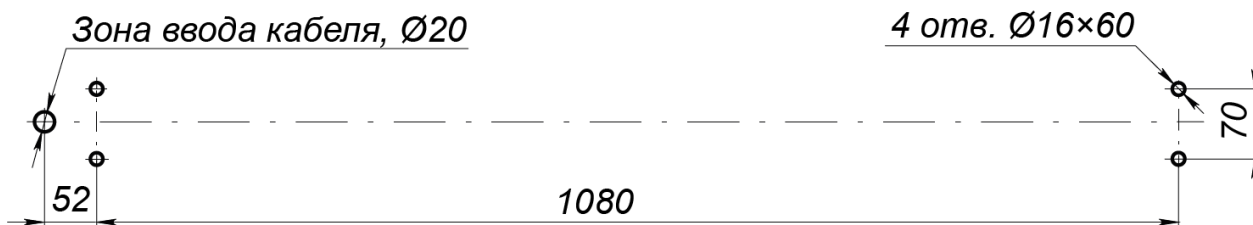

Рисунок 3. Схема разметки для установки калитки
2. В соответствии с рис. 3 выполните на установочной поверхности разметку и разделку отверстий под анкерные болты для монтажа калитки, а также выполните кабельный канал для подводки кабеля.